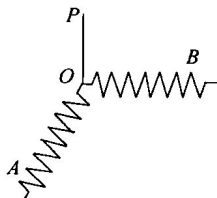

图 1-1
9. (2010 年福建省三明一中模拟题)在研究“共点力的合成”的实验中,如图 1-1 所示,使  $B$  弹簧秤由图示位置开始顺时针缓慢转动,在这个过程中保持  $O$  点位置不变和  $A$  弹簧秤拉伸方向不变,则在整个过程中关于  $A$  和  $B$  两弹簧秤的读数变化是 ( )